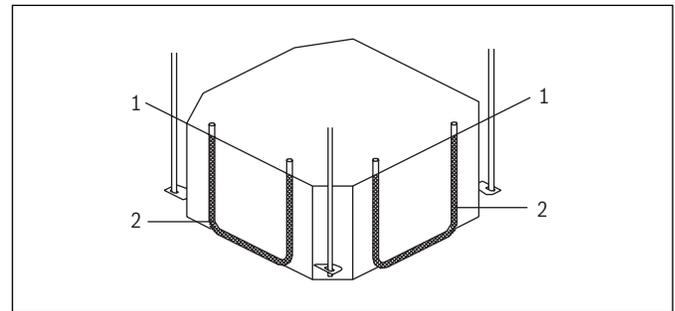

Figure 12
- ▶ Vérifiez que le module est de niveau aux quatre coins avec un niveau à eau ou avec un tube de vinyle rempli d'eau, comme illustré à la figure 12.